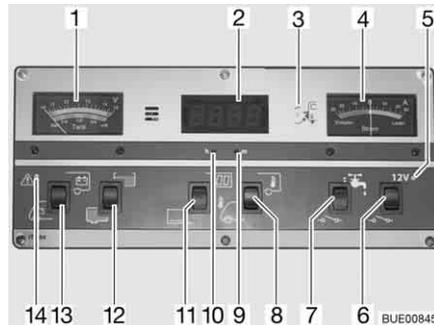

Bild 130 Panel IT 994
Beim Anzeigeeinstrument V/Tank (Bild 130,1) die obere Skala beachten. Das Anzeigeeinstrument wird automatisch beleuchtet, sobald ein Schalter gedrückt wird.
- Wippschalter (Bild 130,13) unten drücken: Die Batteriespannung der Starterbatterie wird angezeigt.
- Wippschalter (Bild 130,13) oben drücken: Die Batteriespannung der Wohnraumbatterie wird angezeigt.
Beim Anzeigeeinstrument V/Tank (Bild 130,1) die untere Skala beachten. Das Anzeigeeinstrument wird automatisch beleuchtet, sobald ein Schalter gedrückt wird.
- Wippschalter (Bild 130,12) oben drücken: Die Wassermenge wird angezeigt.
- Wippschalter (Bild 130,12) unten drücken: Die Abwassermenge wird angezeigt.
Die rote Warnleuchte ALARM (Bild 130,14) blinkt, sobald die Spannung der Wohnraumbatterie 11 V (Messung im laufenden Betrieb) unterschreitet und damit Tiefentladung droht.
- Wippschalter (Bild 130,11) oben drücken: Digitaluhr-Anzeige ist eingeschaltet. Temperaturanzeige ist betriebsbereit.
- Wippschalter (Bild 130,11) unten drücken: Digitaluhr-Anzeige und Temperaturanzeige sind ausgeschaltet.
- Mit einem dünnen Gegenstand, z. B. Kugelschreibermine, in die Öffnung für die Stundenanzeige (Bild 130,10) drücken, bis die gewünschte Stundenzahl angezeigt wird.
- Mit einem dünnen Gegenstand, z. B. Kugelschreibermine, in die Öffnung für die Minutenanzeige (Bild 130,9) drücken, bis die gewünschte Minutenzahl angezeigt wird.
- Wippschalter (Bild 130,8) oben drücken: Die Innentemperatur wird angezeigt.
- Wippschalter (Bild 130,8) unten drücken: Die Außentemperatur wird angezeigt.
Am Anzeigeelement Strom (Bild 130,4) wird ständig der aktuell fließende Batteriestrom angezeigt. Das Anzeigeelement wird automatisch beleuchtet, sobald ein Schalter gedrückt wird.
Der 12-V-Hauptschalter (Bild 130,6) schaltet das Panel und die 12-V-Versorgung des Wohnraums ein und aus.
*Einschalten:* ■ Wippschalter (Bild 130,6) oben drücken: Die 12-V-Versorgung des Wohnraums ist eingeschaltet. Die Kontroll-Leuchte (Bild 130,5) leuchtet grün.
*Ausschalten:* ■ Wippschalter (Bild 130,6) unten drücken: Die 12-V-Versorgung des Wohnraums ist ausgeschaltet. Die Kontroll-Leuchte (Bild 130,5) erlischt.
Die 12-V-Kontroll-Leuchte (Bild 130,5) leuchtet, wenn der 12-V-Hauptschalter (Bild 130,6) eingeschaltet ist.
Die gelbe 230-V-Kontroll-Leuchte (Bild 130,3) leuchtet, wenn am Eingang des Elektroblocks Netzspannung vorhanden ist.
*Einschalten:* ■ Wippschalter (Bild 130,7) oben drücken: Die Wasserversorgung ist eingeschaltet.
*Ausschalten:* ■ Wippschalter (Bild 130,7) unten drücken: Die Wasserversorgung ist ausgeschaltet.